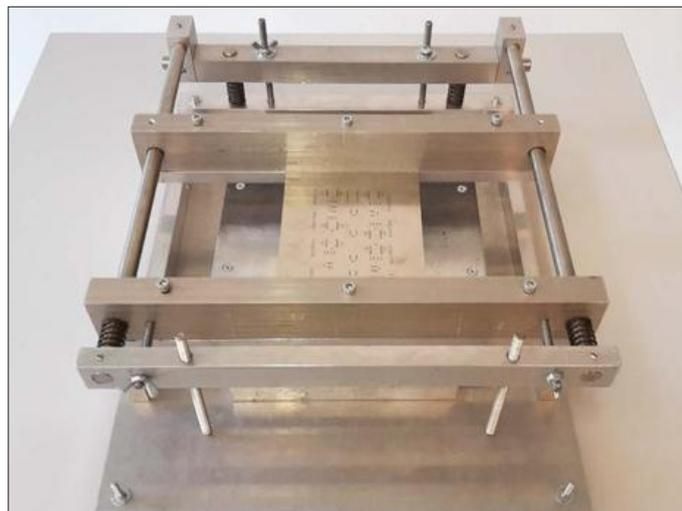

Figure 4. La barre avant est tirée vers la contre-barre au moyen d'écrous papillon.
arrière est immobilisée sur les rails par des vis sans tête alors que la barre avant peut (encore) coulisser librement, ce qui nous amène à la dernière pièce, la barre de tension (14) qui est aussi immobilisée sur les rails par des vis sans tête. La barre libre avant comporte deux trous taraudés dans lesquels sont vissées des tiges filetées (15) qui traversent librement la barre de tension. Sur ces tiges, des écrous papillon permettent de tirer la barre libre vers la barre de tension (**fig. 4**). Deux ressorts sur les rails cylindriques font en sorte qu'on puisse toujours revenir à la position de réglage initiale. Enfin, deux tiges filetées verticales (16) traversant la barre de tension assurent que la hauteur du porte-masque à l'avant puisse être réglée au moyen d'écrous papillon à l'identique de la hauteur à l'arrière.